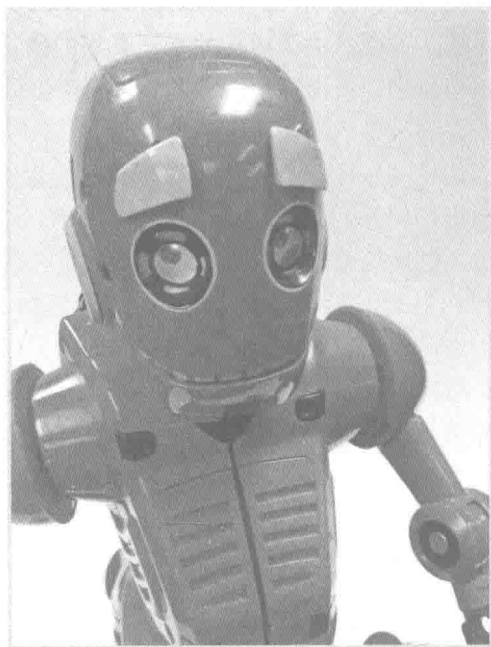

图 1-3 Wowwee Tribot 看上去像人，但是大多只是表面
- ❑ 人形机器人——这类机器人是机器人制造中一个不寻常的类型。一个简单的事实是：制造一个可以直立行走的机器人非常困难，除了看起来很酷以外，并不能带来任何价值。为什么要克服众多困难而不是就给它安装一些轮子？有时机器人是部分人形的，就像图 1-3 中 Wowwee Tribot。